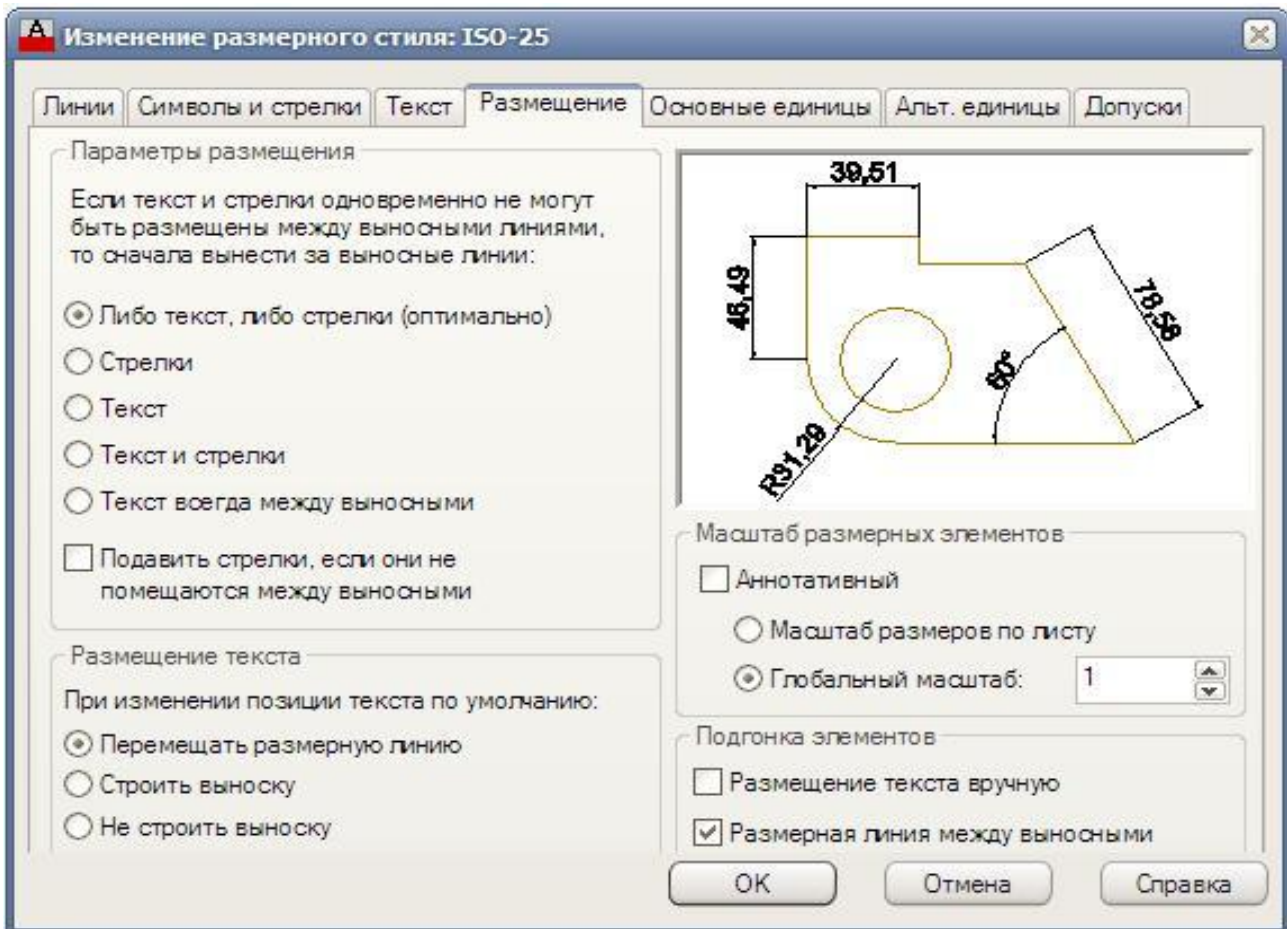

Рис. 3.10. Окно **Текстовые стили (Text style)** вкладки **Размещение (Fit)**
– на вкладке **Размещение (Fit)** (рис. 3.10) задается масштабирование. Например, если масштаб изображения 2:1, то масштабирование следует задать 0.5;